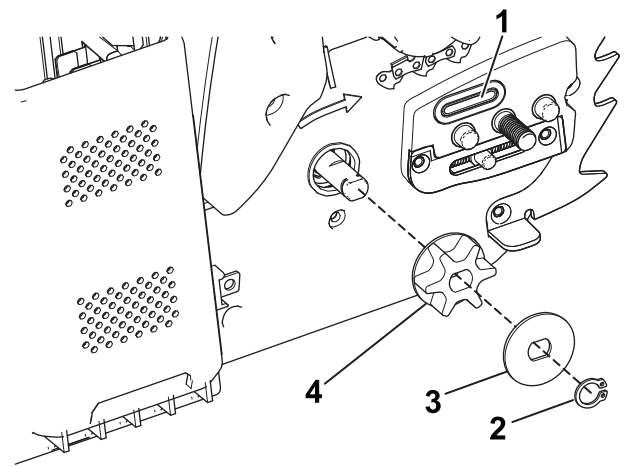

Figure 31
5. Déposez le clip, l'entretoise et le pignon d'entraînement de la tronçonneuse (Figure 31).
7. Contrôlez le passage d'huile (Figure 31) et enlevez les débris éventuellement présents.